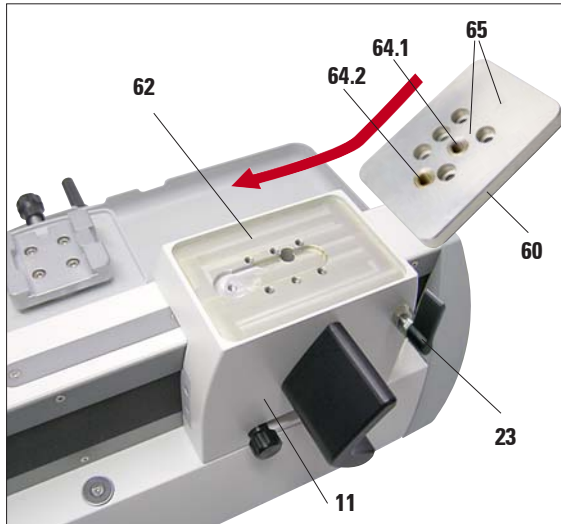

Abb. 9
- Wie in Abb. 9 gezeigt, die Zwischenplatte auf der Aufspannfläche aufsetzen. Darauf achten, dass die beiden Index-Markierungen (65) oben sind und nach hinten zeigen.